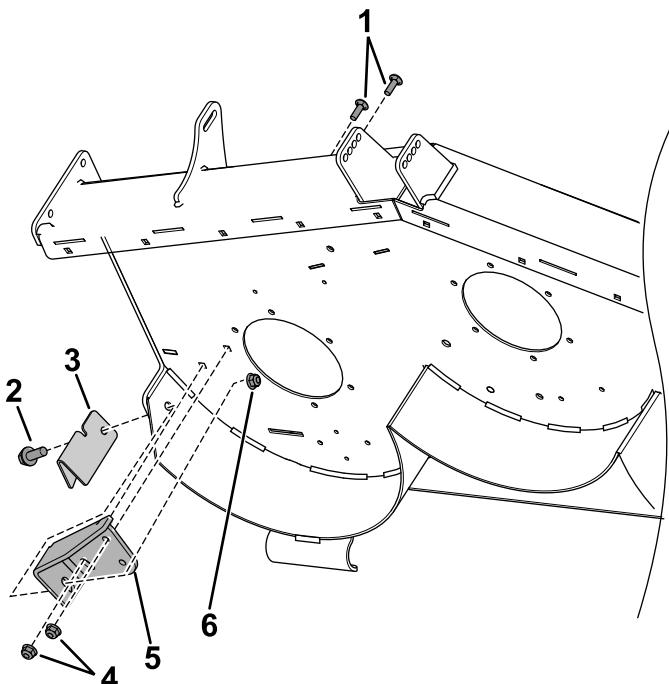

Figura 10
3. **Carcasas de 122 cm y 137 cm:** Instale el deflector de descarga con borde redondeado y el protector del ensacador con las fijaciones correspondientes, como se muestra en la Figura 10.